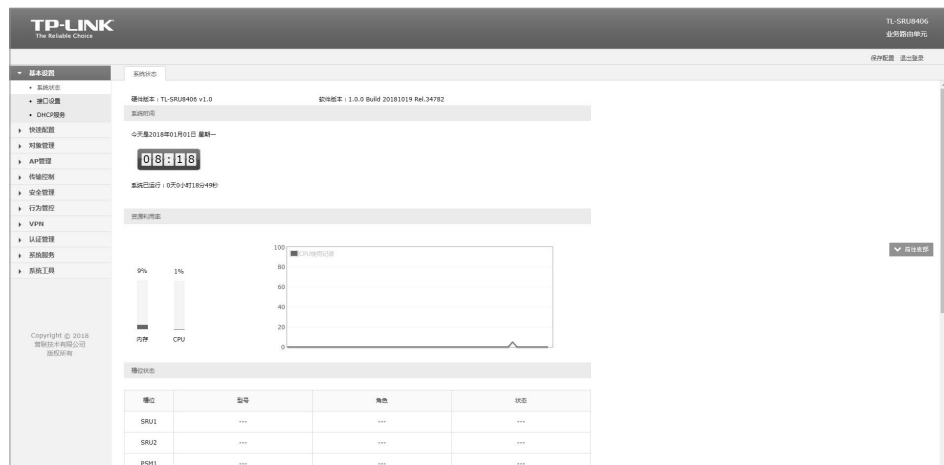

图5-3 路由器管理界面首页
5. 经过上述步骤即可成功登录路由器管理界面，如图5-3所示。点击左上角的本公司的商标，可以访问本公司主页 (<http://www.tp-link.com.cn>)；点击页面左侧的主菜单栏即可进行相应功能的设置。